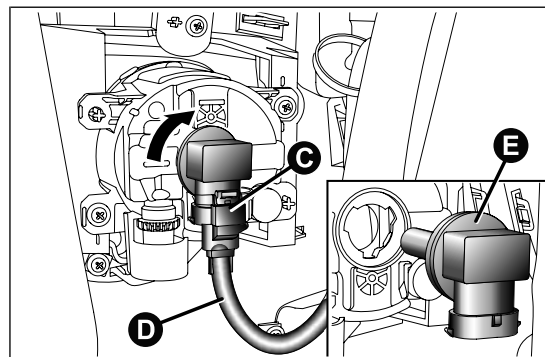

fig. 171
- ☐ actuar en la ballestilla C fig. 171 y soltar el conector eléctrico D;